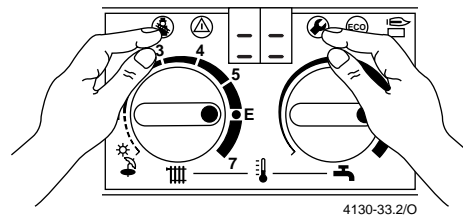

Fig. 36
- Premere contemporaneamente i pulsanti spazzacamino e di servizio tecnico fino a quando sul display appare il simbolo „==“, fig. 36.